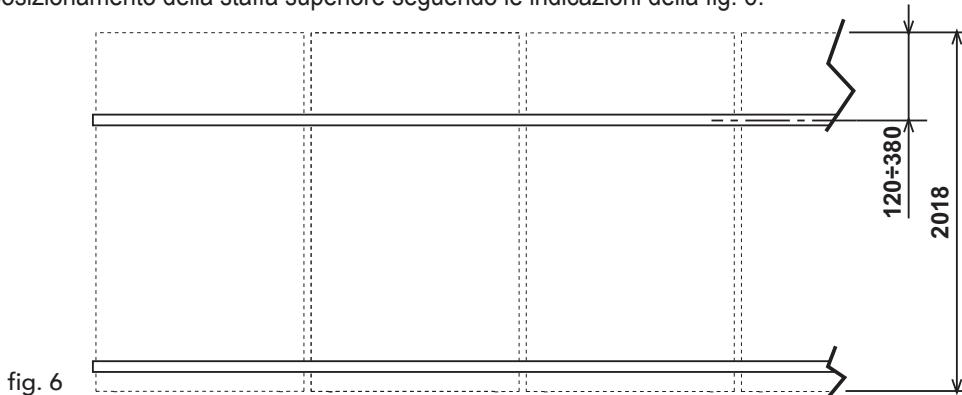

fig. 6
- 4 - Determinare il posizionamento della staffa superiore seguendo le indicazioni della fig. 6.